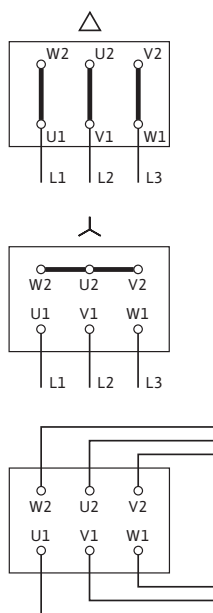

Fig. 17: Võrguühendus
Elektriühenduse skeem paikneb klemmkarbi kaanel (vt ka Fig. 17).
- Võrguühendus sõltub mootori võimsusest  $P_2$ , toitepingest ja lülitusviisist. Ühendussildade vajaliku lülituse klemmkarbis leiata järgmisest tabelist „Tabel 4: Ühendusklemmide hõivatus” leheküljel 17 ja Fig. 17.